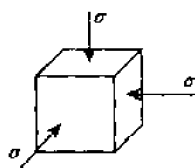

图 7-34
6. 对于如图 7-34 所示的三向应力状态,以下结论中错误的是_____。